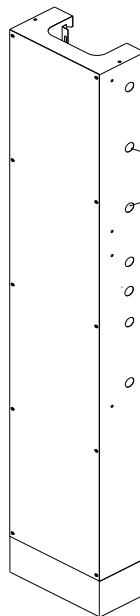

Рисунок 9
4.5.7 На коробе КЭТ, со стороны, где будет установлен ЯУР/ЯУ, удалить металлические заглушки или одну, если ввод и вывод проводов будет производиться через одно окно (рисунок 9).